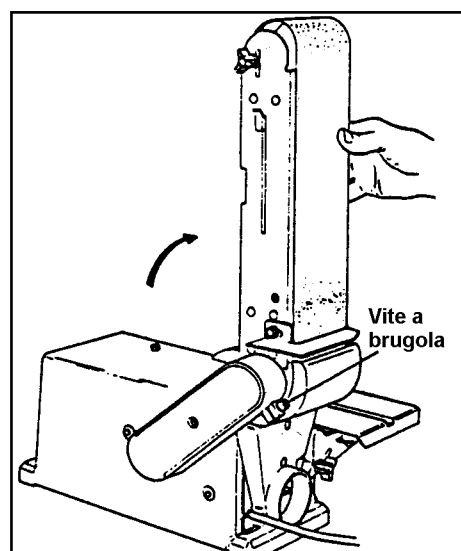

Figura 24 – Portare il nastro in verticale.
2. Sollevare e ruotare il telaio porta-nastro, in modo da portare il nastro in posizione verticale (Figura 24).
3. Serrare la vite di bloccaggio (R) del telaio porta-nastro, ruotandola in senso orario. A questo proposito, utilizzare una chiave a brugola (da 6 mm).
4. Svitare completamente la leva di bloccaggio (E) della tavola di lavoro, estrarre la leva e smontare la tavola stessa.